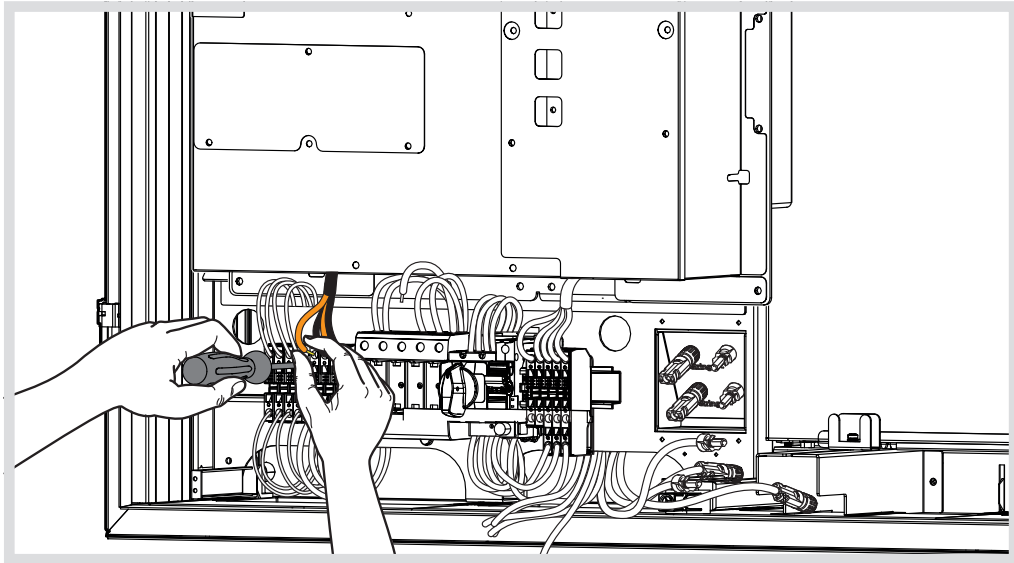

Bild 23: Photovoltaik-Anschluss Wechselrichter
- Photovoltaik-Anschlussleiter des Wechselrichters mit einem Schlitzschraubendreher an die Photovoltaik-Reihensteckklemmen anschließen (Bild 23).